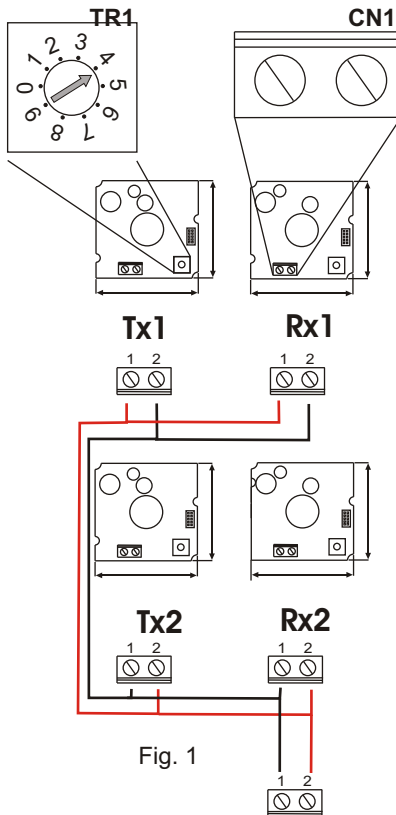

Fig. 1
- Reporter les deux câbles du TX sur le connecteur CN1 du récepteur comme indiqué en Fig. 1.